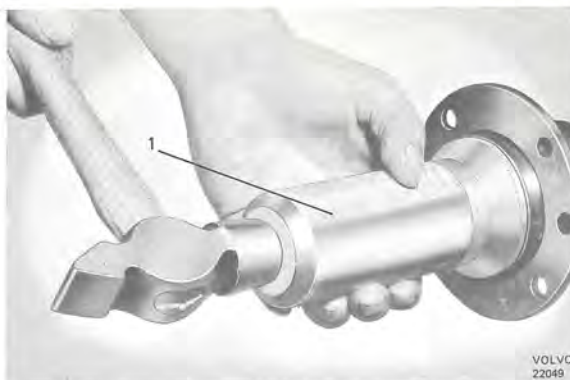

Bild 17. Montering av lagerring
4. Packa in lagret med ett högklassigt helfyllnadsfett. Efter montering skall hela utrymmet mellan tätningsringarna vara fyllt med fett. För in drivaxeln i bakaxelkåpan. Driv in lagrets ytterring med monteringshylsa SVO 2205, se bild 17.